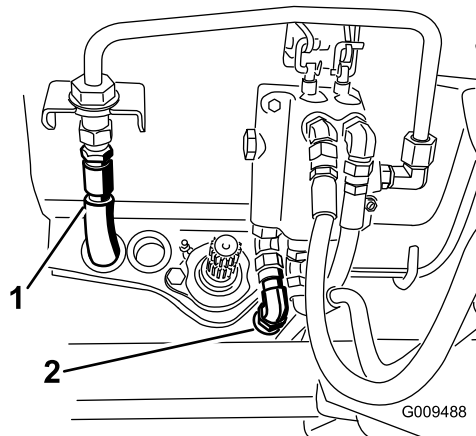

Figure 28
14. Branchez le flexible de pression hydraulique au conduit rigide du distributeur et le flexible de réservoir au distributeur (Figure 28). Conservez les bouchons de flexibles en prévision du passage au cadre d'été.